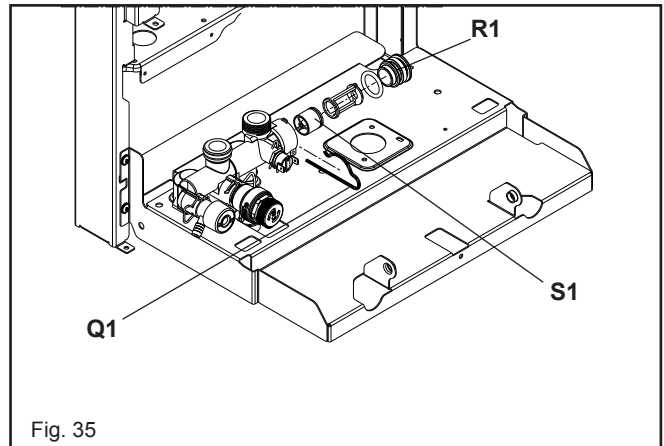

Fig. 35
6.16 AUTOMATIC BY-PAS (fig. 35)